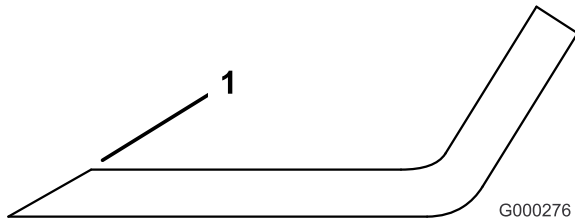

Figure 90
1. Au moyen d'une lime, aiguisez les tranchants aux deux extrémités de la lame (Figure 90). Veillez à conserver l'angle de coupe d'origine. Limez la même quantité de métal sur chacun des deux tranchants pour ne pas déséquilibrer la lame.